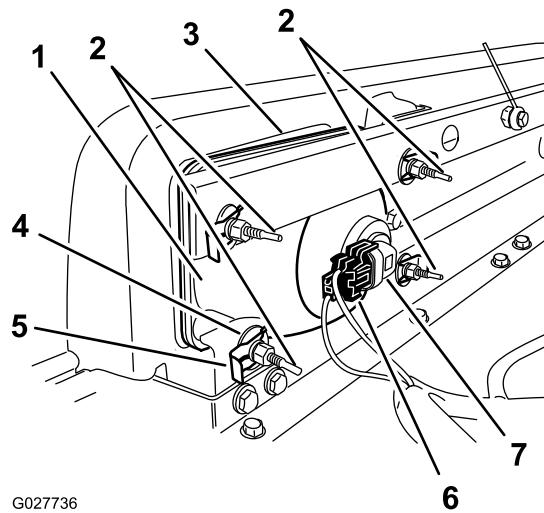

Рисунок 50
3. Отсоедините электрический разъем жгута проводки от разъема лампы в сборе (Рисунок 50).
4. Снимите быстrodействующие зажимы и шайбы крепления фары к кронштейну (Рисунок 50).
5. Снимите фару в сборе, подавая ее вперед сквозь отверстие в переднем бампере (Рисунок 50).
6. Вставьте новую лампу через отверстие в бампере (Рисунок 50).
8. Подсоедините электрический разъем жгута к разъему узла лампы (Рисунок 50).
2. В задней части узла фары поверните регулировочные винты (Рисунок 50), чтобы повернуть фару и изменить положение луча.